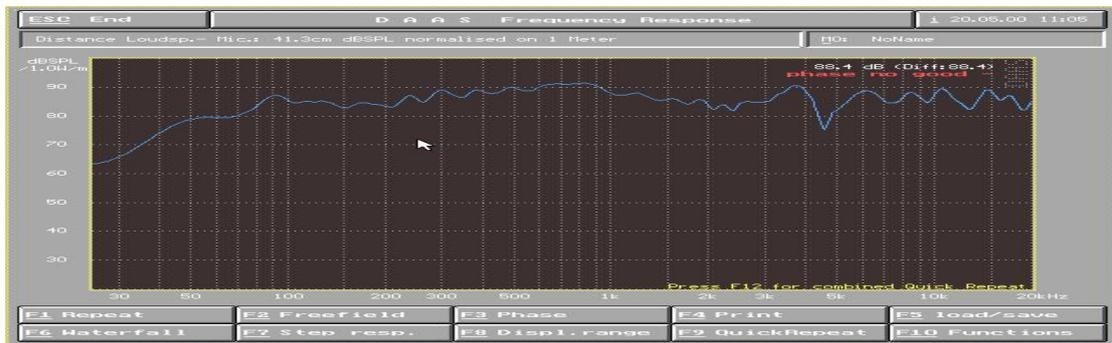

图 8
7) 选择 F1 OK 即可得到扬声器频响曲线 (图 8)
8) 在显示频响曲线界面中 (图 8)
9) 图 8 中其它功能说明